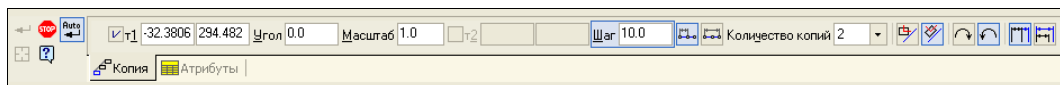

Рис. 10.15. Панель свойств в режиме **Копия по кривой**
- ♦ щелкните ЛК мыши по кнопке **Копия по кривой**. На Панели свойств (рис. 10.15) доступны окна для ввода значений следующих параметров: базовой точки **t1**, угла наклона, масштаба, шага между копиями, а также переключатель **Расстояние** между соседними копиями, переключатель **Направление**, режим управления исходными объектами. Появились новые переключатели: